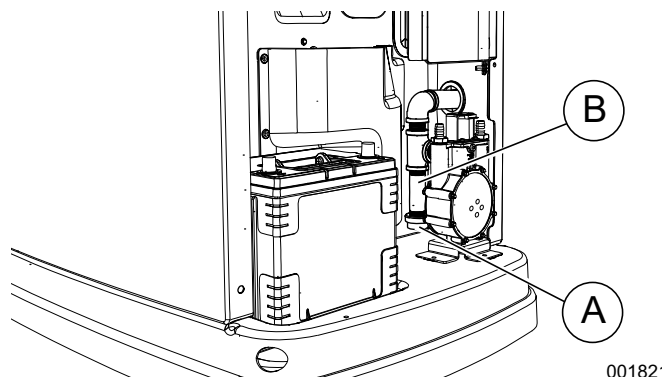

Figura 4-6. Limpieza de la trampa para sedimentos
5. Consulte la Figura 4-6. Desatornille y quite el tapón (A).